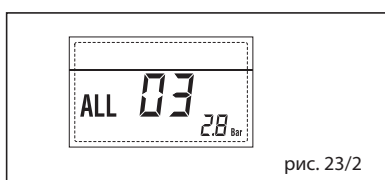

рис. 23/2
- НЕПОЛАДКА ДАТЧИКА ПОДАЧИ НА ОТОПЛЕНИЕ "ТРЕВ 05" (рис. 23/4)